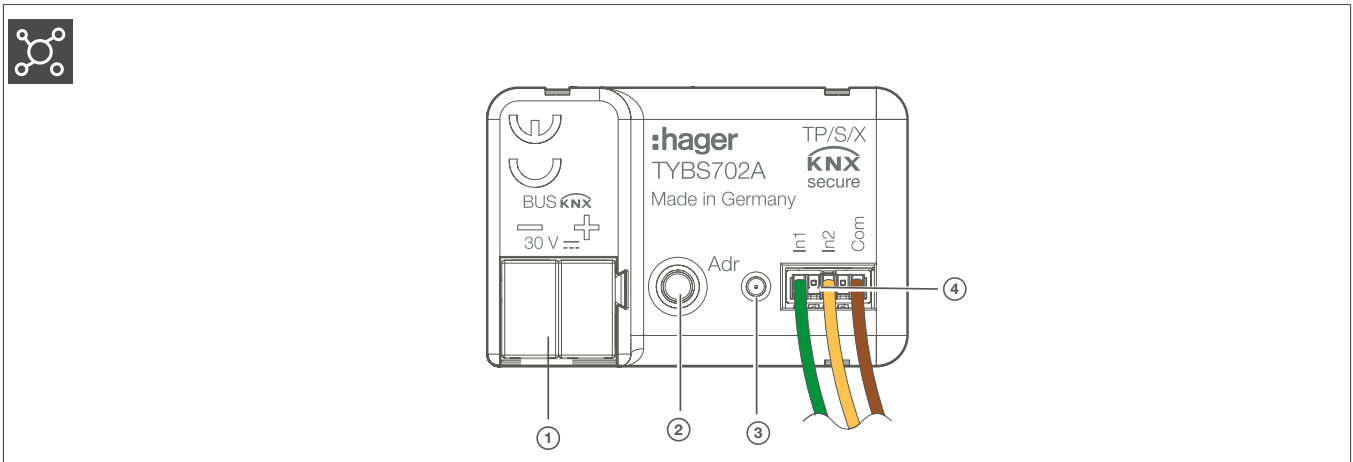
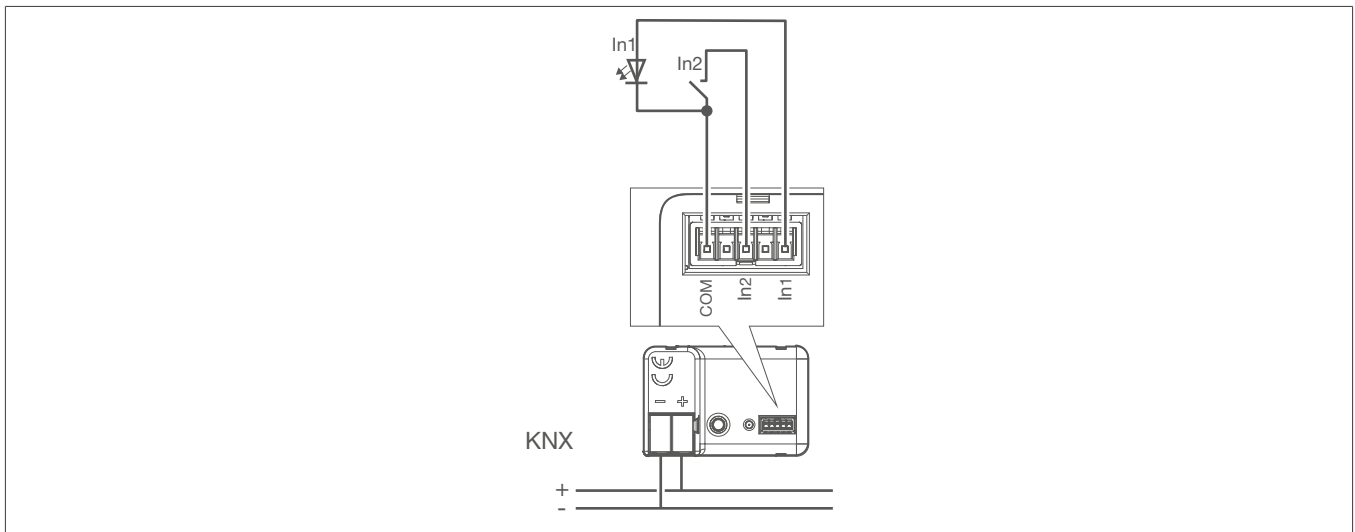

Bild 2: Geräteaufbau TYBS702A
Bild 5: Anschlussbeispiel Tasterschnittstelle 2fach
- 4 Taster, Schalter, Kontakte, LED oder NTC gemäß Anschlussbeispiele mit beigelegten Anschlussleitungen (Bild 2/4) anschließen (Bild 5). Nicht verwendete Adern sind zu isolieren.
- 3 Programmier-Taste (Bild 2/2) drücken.
Die Programmier-LED (Bild 2/3) leuchtet.